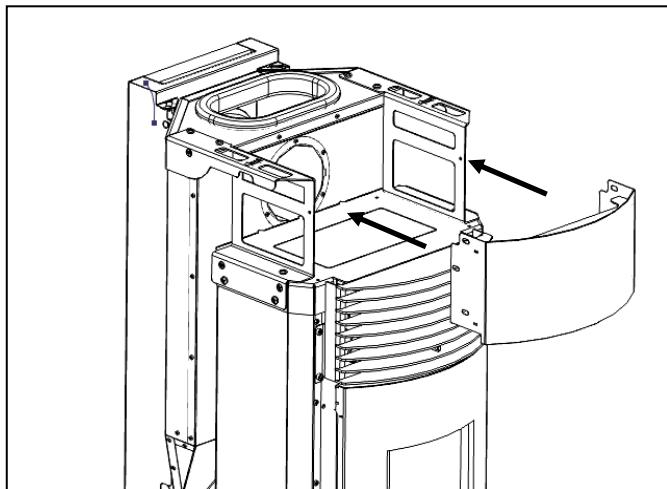

Figura 72 - Encaixe do frontal da estrutura
b) Colocar o frontal superior como demonstra a Figura 72, posicionando as abas da peça frontal na face interna da estrutura.